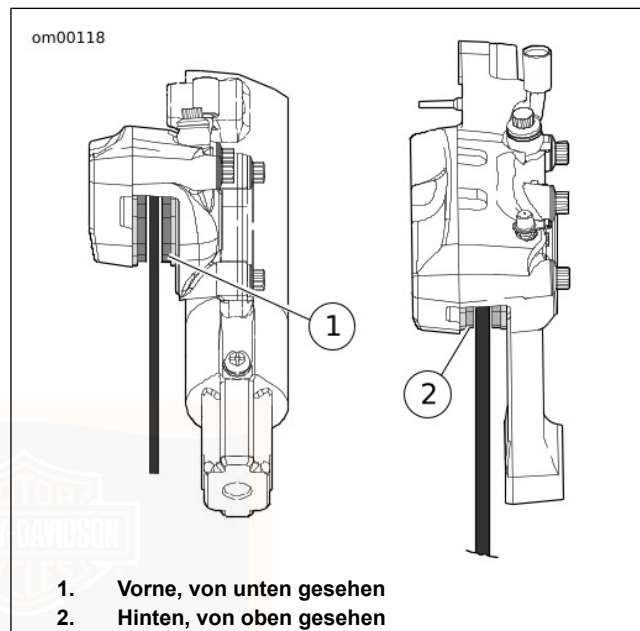

Abbildung 41. Bremsbelagmaterial
1. Siehe Abbildung 41. Die Bremsscheibe prüfen, wenn diese gedreht wird. Die Scheibe muss schlagfrei im Bremssattel laufen.